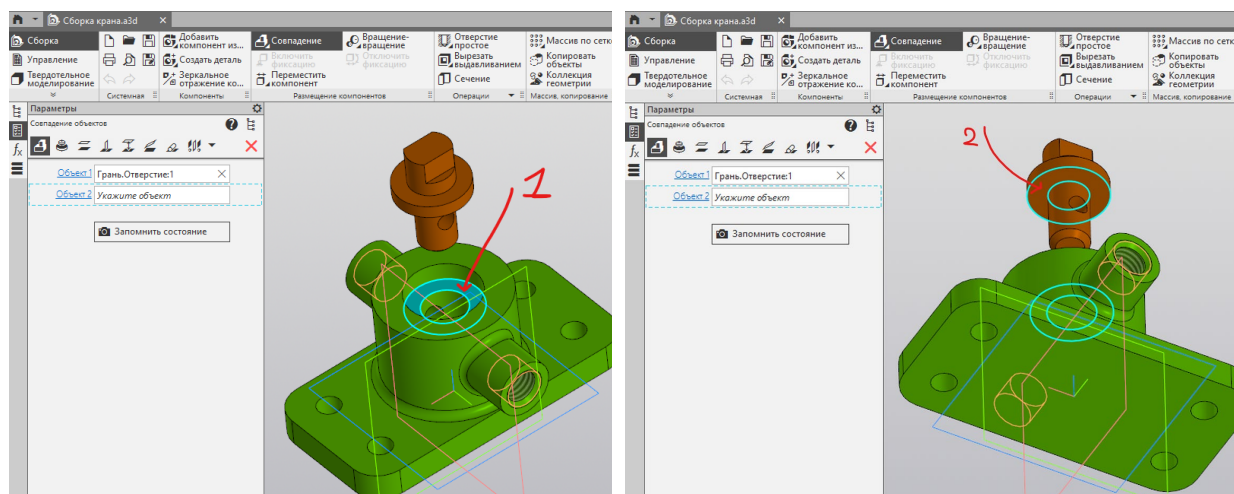

Рисунок 32 – Настройка параметров зависимости «Совпадение» с указанием поверхностей для соединения между собой
3.6 Чтобы разместить шток внутри корпуса используйте тип зависимости «Совпадение». Укажите мышкой те поверхности корпуса и штока, которые должны соприкасаться между собой при посадке штока в корпус (рис. 32) и подтвердите операцию. Результат сборки показан на рисунке 33.